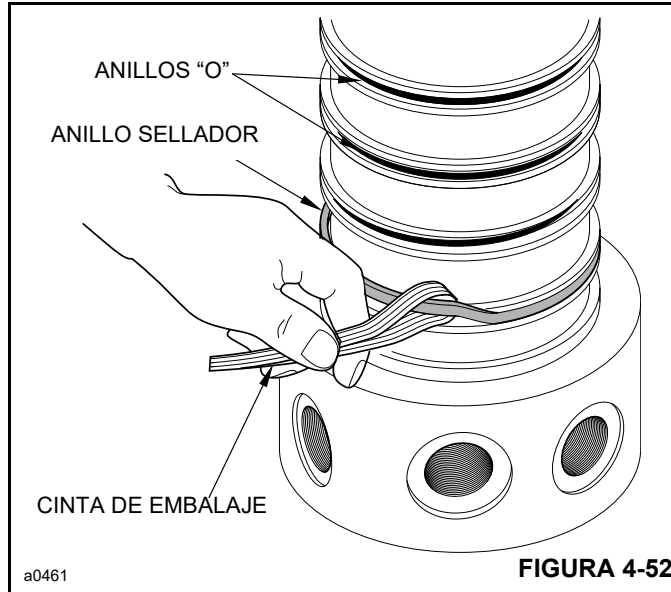

FIGURA 4-52
5. Se debe fabricar ahora una herramienta de armado de sellos con un trozo de cinta para embalaje de fibra de vidrio de 19 mm (3/4 pulg) de ancho, de aproximadamente 457 mm (18 pulg) de largo. Pliegue la cinta por la mitad, con los lados adhesivos juntos (Figura 4-52). No debe haber pegamento expuesto en la cinta.
6. Vea la Figura 4-52 e inserte el trozo de cinta de embalaje alrededor del anillo de sello para formar un tirador. Coloque el anillo de sello en la ranura para el sello sobre el anillo "O". El anillo de sello no cabrá completamente en la ranura.
7. Con la cinta, estire el anillo de sello justo lo suficiente para pasar el anillo de sello sobre el borde de la ranura de flujo y en la ranura de sello. Consulte la Figura 4-52. Deslice lentamente la cinta a lo largo del sello hasta que el sello completo esté instalado en la ranura del sello. Procure no dañar los bordes interiores convexos del anillo de sello. Si se quita material de sello durante este procedimiento, reemplace el sello con otro.